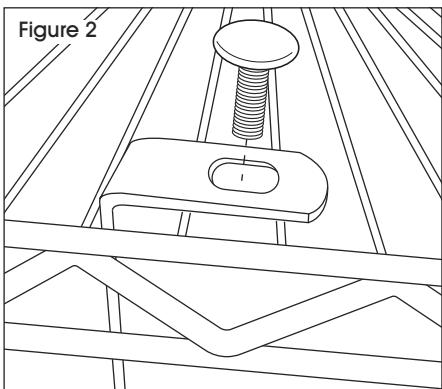

Figure 2
3. Insérez une vis à travers le trou carré situé sur le dessus du support en L. (Voir Figure 2)